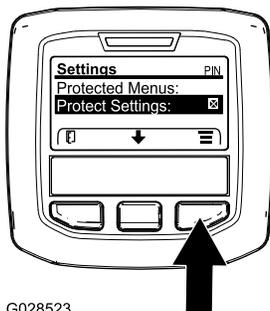

Figura 48
1. Accedete al menu protetto e sbloccate il sottomenu delle impostazioni protette (Figura 48); fate riferimento a Accesso ai menu protetti (pagina 26).